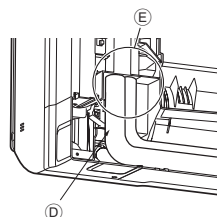

Fig. 3-10
- Couvrir la partie évasée du raccord avec le cache-tuyaux du raccord en L ④ pour qu'il ne soit pas exposé. (Fig. 3-10)
- ▲ Raccord en L ④